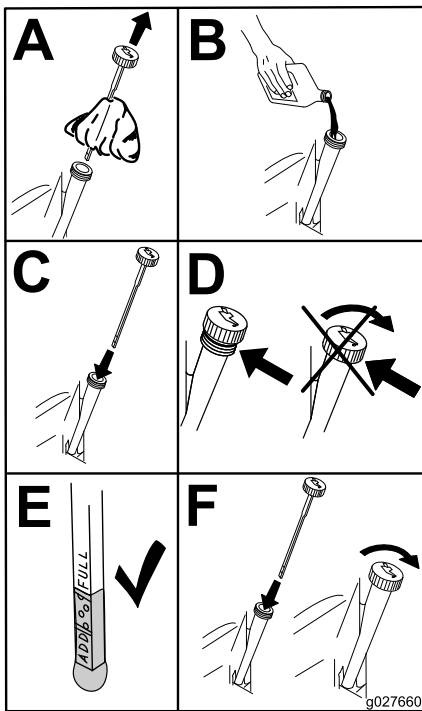

Figure 63
5. Versez lentement environ 80 % de l'huile spécifiée dans le tube de remplissage, puis faites l'appoint lentement pour faire monter le niveau jusqu'au repère maximum (Full) (Figure 63).